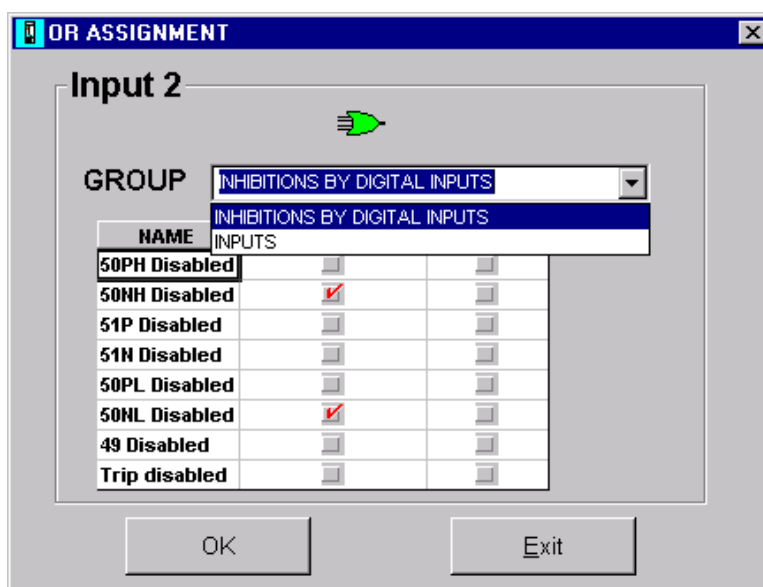

图 4-12. OR 赋值
- **OR checkbox 已被检验:** 元件包括一个将会激活一个新窗口 (见图 4-12) 的按钮, 在此窗口中, 用户能选择将激活输出或 LED, 或被输入激活的几个功能的和。这些功能按组分配, 只有相同组中的功能才可被选择用于相同的 OR 门。
- * **OR:** 激活用于 I/O 配置栏的 **OR 按钮** (参见前一点)。从图 4.12 中可见到按下 OR 按钮时所出现的窗口。